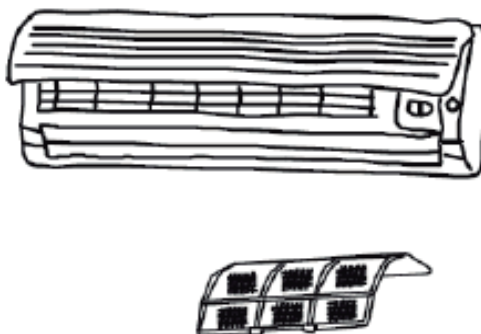

Fig. 4
1. Abra el panel frontal (Fig. 4).